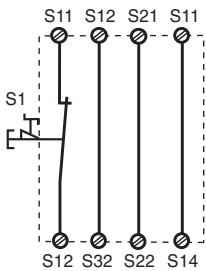
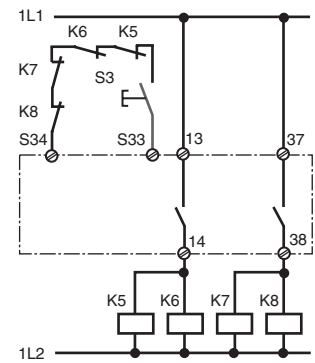

Fig. 2: Circuito de entrada monocanal, rearme automático/Circuito di ingresso monocanale, start automatico/Eenkanalig ingangscircuit, automat. start
Fig. 10: como fig. 9 con rearme supervisado/ come fig. 9 con start controllato/zoals fig. 9 met bewaakte start
- Figs. 2 y 7: **sin** conexión S33-S34. Tenga presente: el dispositivo arranca automáticamente luego de un corte y restablecimiento de la tensión. Evite un rearme inesperado mediante medidas de seguridad externas.
Dalla fig. 2 a alla fig. 10 sono illustrati alcuni esempi di connessione per arresto di emergenza con start automatico con controllo, comandi per ripari mobili oltre all'aumento dei contatti tramite relè esterni. N.B.:
- Fig. 2 e 7: **nessun** collegamento S33-S34. Notare: il dispositivo nel caso di interruzione e ripristino dell'alimentazione di corrente si riavvia automaticamente. Evitare un riavviamento inaspettato mediante appositi dispositivi di accensione esterni.
In fig. 2 ... fig. 10 worden aansluitvoorbeelden gegeven van noodstopshakeling met automatische en bewaakte start, hekbewaking en contactvermeerdering door middel van externe magneetschakelaars.
- Fig. 2 en 7: **geen** verbinding S33-S34. Opgelet: het apparaat start automatisch bij uitvallen en terugkeren van de spanning. Vermijd een onverwacht heraanlopen door maatregelen in de externe schakeling.